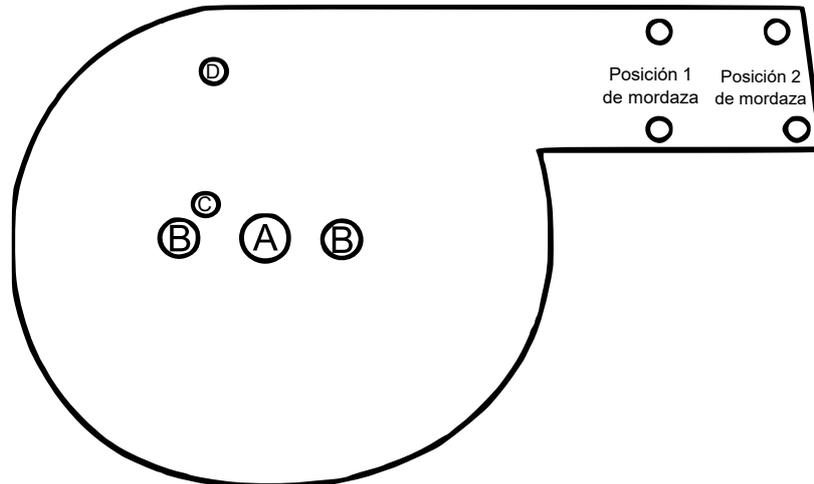

Figura 1: posición de los agujeros para la fijación de las matrices. Los agujeros más oscuros tienen rosca.
1. Asegúrese de que la placa de montaje de la matriz (4) esté fijada a la placa de montaje formamuelles. Véase la figura 1 para las posiciones de los agujeros necesarias para la operación de doblado.
2. Asegúrese de que el tope (2) esté suelto.
4. Coloque el pasador de muelle (19) de la matriz formamuelles (13) en el pequeño agujero sin rosca de la placa de montaje.
5. Fije la matriz formaángulos atornillando los tornillos hexagonales (18) en el pequeño agujero sin rosca de la placa de montaje.
6. Mueva la estructura del bloque de doblado (16, 17, 22-24) completamente hacia atrás. Es posible que deba aflojar la placa de bloqueo del bloque de doblado (21) aflojando los dos tornillos hexagonales (20). No asegure la placa de cierre en este momento.
8. Mueva el bloque de doblado hasta que se apoye contra la pieza y hasta que su placa frontal (16) esté al ras de la superficie de la mordaza (8). Asegure el bloque de flexión apretando los dos tornillos.
9. Mueva hacia la izquierda el bloque de flexión con el agarre (27) hasta alcanzar el ángulo de doblado deseado. Tenga en cuenta el "retroceso" de la pieza.
10. Para volver a crear curvaturas con un ángulo de 90°, utilice la estructura de medición angular (10-12). Atornille el eje de la estructura de medición angular (11) en la matriz. Deslice el extremo del tope de la estructura de medición angular (10) sobre el eje a la posición deseada.